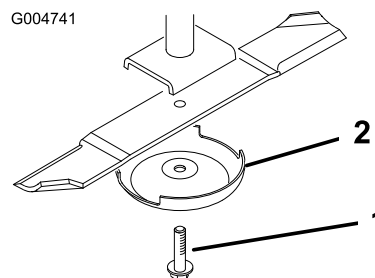

Figura 89
3. Retire o parafuso da lâmina, o recipiente antidanos e lâmina do eixo (Figura 89).